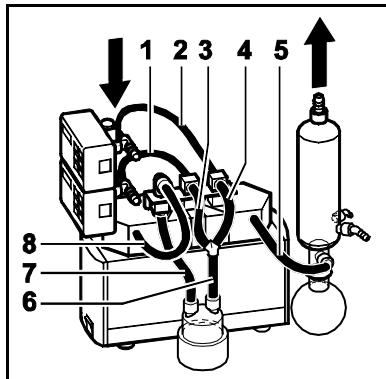

Fig. 19 : Raccordement système
6. Installer les tuyaux du système (Fig. 19).